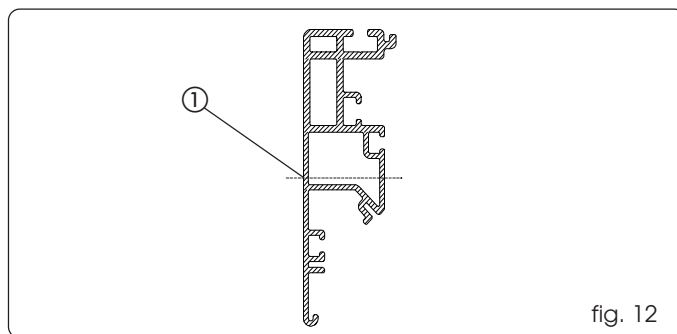

fig. 12
- 3) Maak de nodige gaten in het zelfdragende profiel, op de plaats die wordt aangegeven op fig. 12 ref. ①.